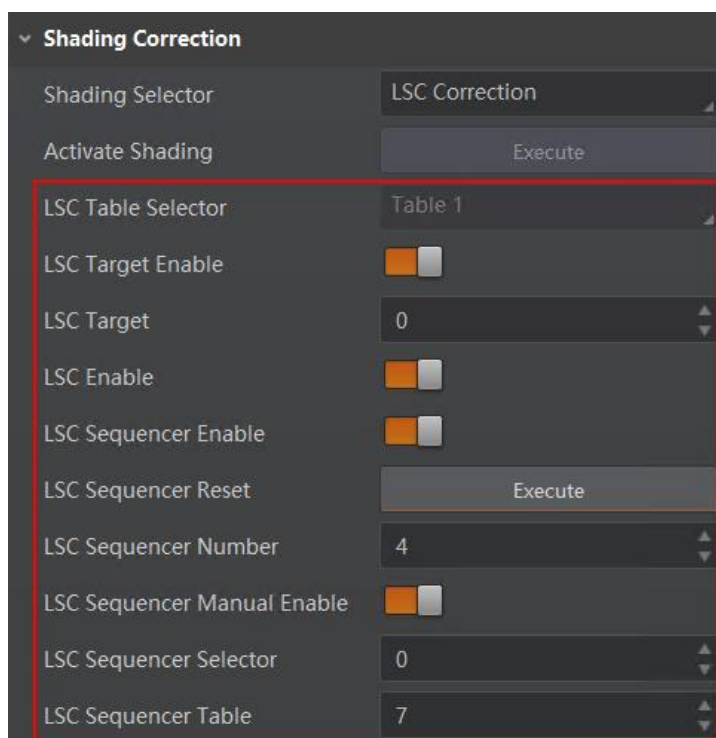

图7-42 LSC 轮询
4. 开启 *LSC Sequencer Enable* 使能，如图 7-42 所示。